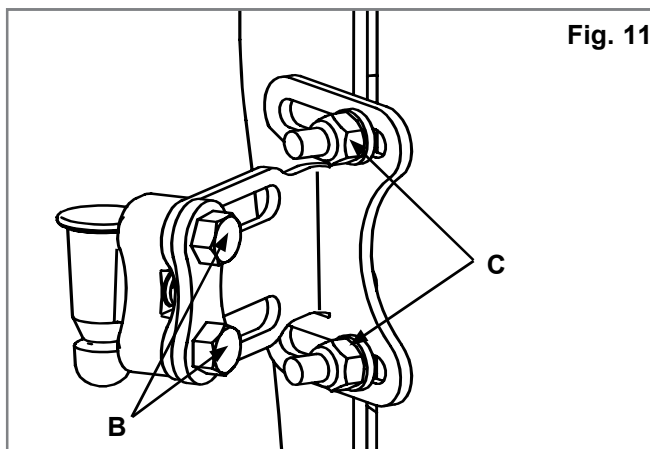

Fig. 11
(Fig. 11, 12, 13).
2. Ajustamentos de profundidade/ângulo (Fig. 11, 12, 13 e 14).